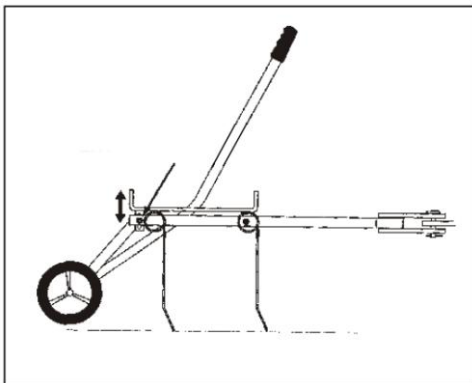

Figur 9
11. Montera ett stort vinkelfäste på hjulaxeln med två bultar (M8x25), låsbrickor (M8) och muttrar (M8). Dra inte åt helt än. För in lyfthandtaget i fästplåten. Fäst den i vinkelfästet med bult (M8x20) och mutter (M8), se figur 9. Dra åt helt.
12. Justera vinkelfästet så att det drar lyfthandtaget åt sidan när det är placerat i läge "upp", se figur 9. Dra åt helt. Montera sedan greppet på lyfthandtaget.